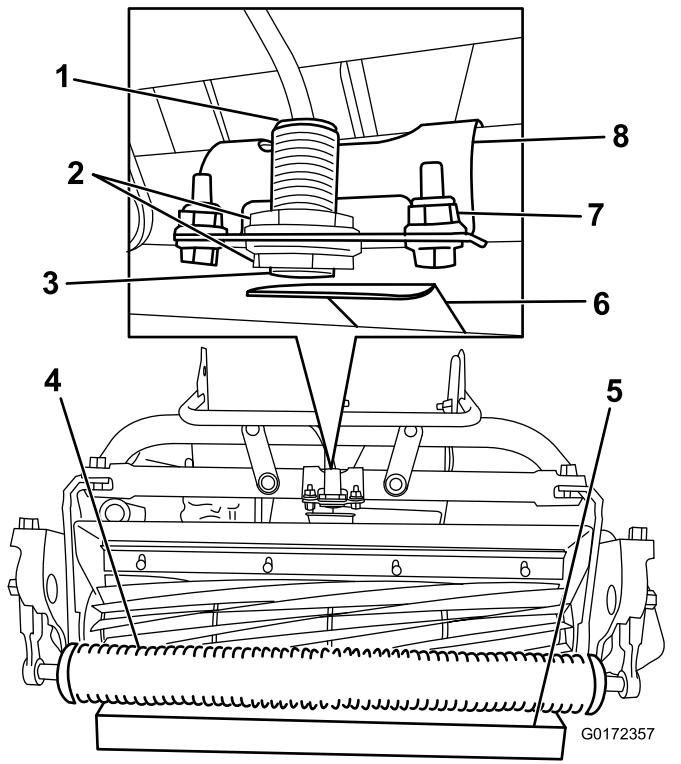

Рисунок 18
- Ослабьте контргайки на датчике и отрегулируйте датчик таким образом, чтобы из нижней контргайки выходил наружу один виток резьбы (Рисунок 18).
- Установите подставку толщиной 3,8 см под передний валик режущего блока (Рисунок 18).
- Ослабьте детали крепления кронштейна датчика к раме (Рисунок 18).
- Поворачивайте кронштейн датчика в сторону отражательной пластины до тех пор, пока не загорится индикатор сверху датчика (Рисунок 18). Если он уже горит, поворачивайте его в сторону от отражательной пластины, пока он не погаснет, затем в обратном направлении, пока он не загорится снова.